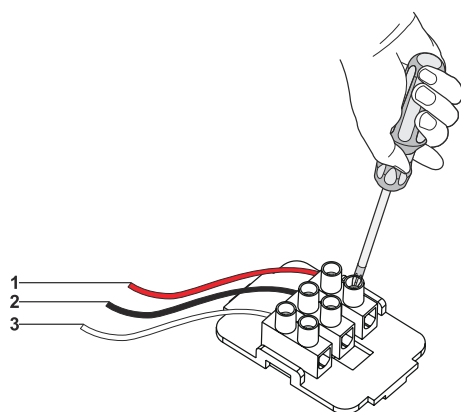

Fig. 16
- 1. ➤ NC / COM:** När dessa 2 anslutningar används och fläkten stängs av kommer fläkten skicka en signal till den anslutna enheten (Fig. 16).
- 2. ➤ NO / COM:** När dessa 2 anslutningar används och fläkten sätts på kommer fläkten skicka en signal till den anslutna enheten (Fig. 16).